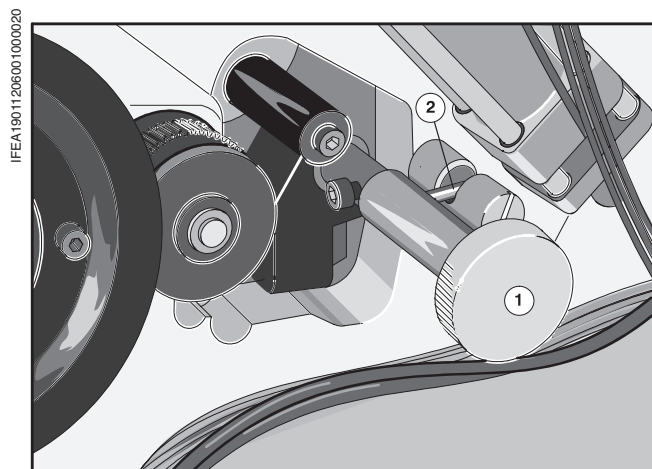

Рис. 20 Демонтаж устройства для смывки офсетного полотна.
- ❶ Откройте защитное ограждение печатной секции на стороне обслуживания.
- ❷ Освободите штифт (Рис. 20/❷) устройства для смывки офсетного полотна вращением рукоятки (Рис. 20/❶) против часовой стрелки.
- ❸ Вытащите устройство для смывки офсетного полотна с помощью рукоятки (Рис. 20/❶) из боковой стенки.
- ❹ Закройте защитное ограждение на стороне обслуживания.